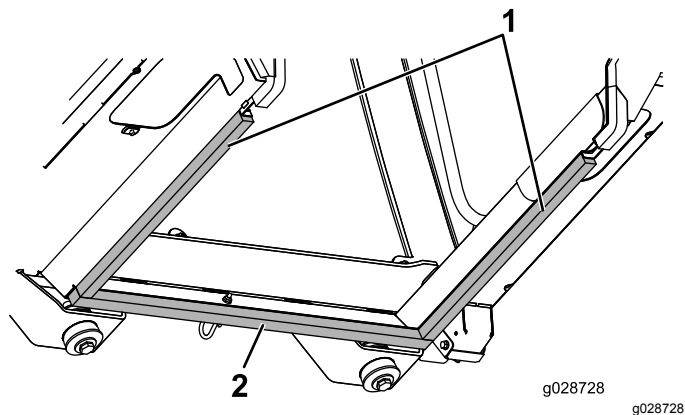

図 63
6. 前用ウレタンシールを、前パネルの中央にセットする 図 63。
7. 横前用ウレタンシールの前側エッジを、前用ウレタンシールに押し込んで、内側のエッジをキャブフレームのシールパネルの内側のエッジに合わせる 図 63。